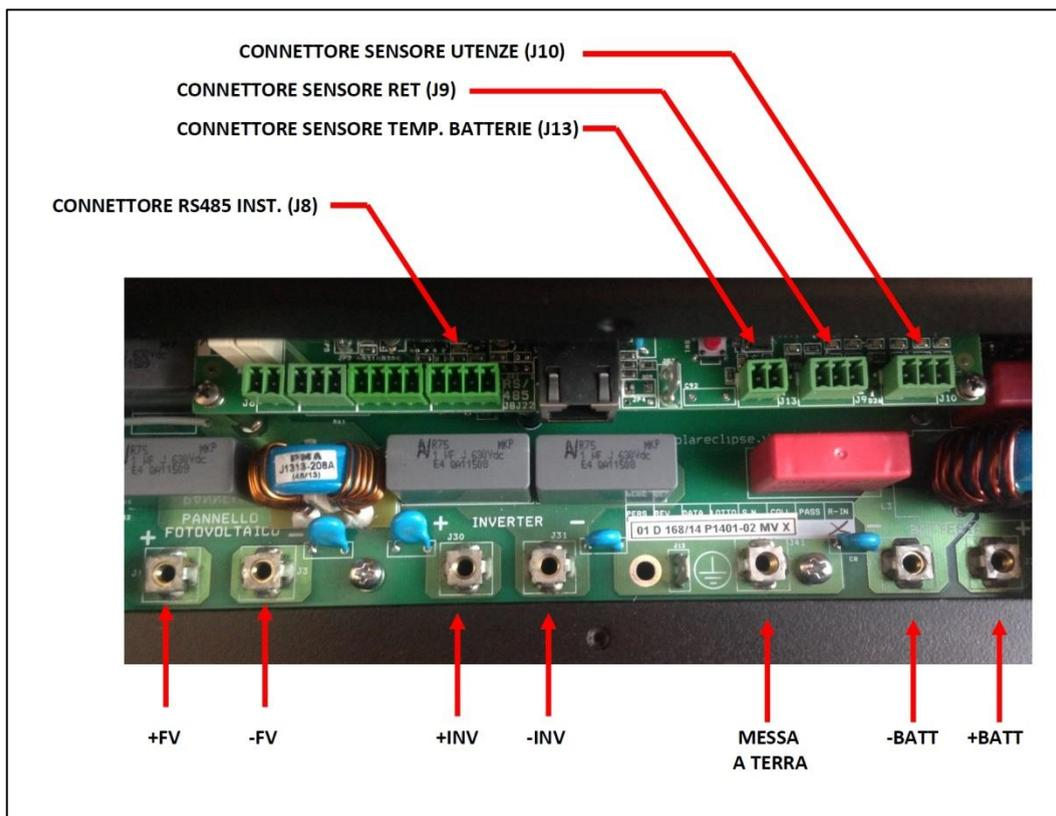

Figura 7 – Cablaggio scheda Solar Eclipse
- Collegare i cavi dei moduli fotovoltaici alla scheda (vedi Figura 7)
- Verificare che il il sezionatore batterie sia aperto (vedi Figura 7)
- Collegare i cavi del pacco batteria sulla scheda di Solar Eclipse (vedi Figura 7)
- Collegare i cavi inverter alla scheda (vedi Figura 7)
- Collegare il connettore del sensore di rete (Power Meter) alla scheda di Solar Eclipse (vedi Figura 7)
Collegare il cavo interfaccia USB/RS485 al pc e al Solar Eclipse vedi Figura 7 assicurandosi che il Solar Eclipse sia acceso e in stato di blocco (spia LED a sinistra lampeggiante).